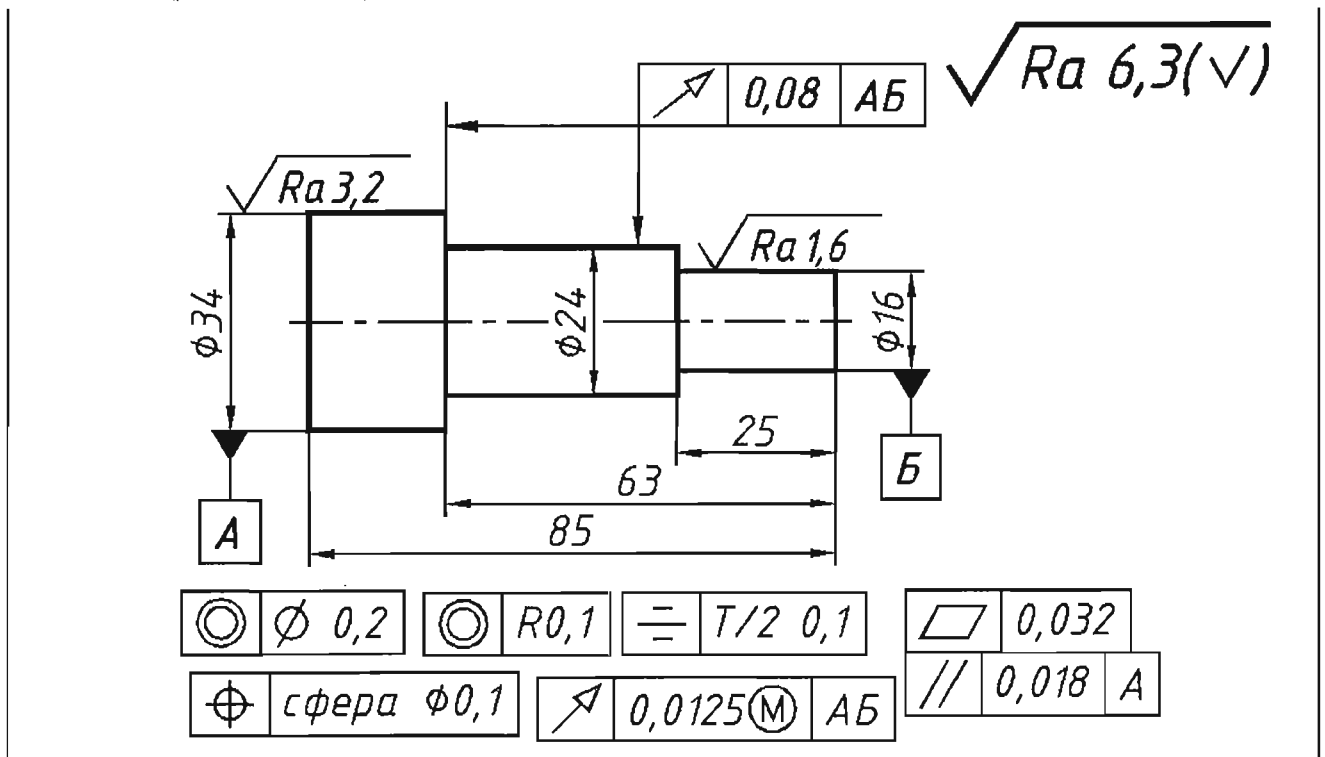

Рис. 11.4. Чертеж вала. Допуски формы и расположения поверхностей
11.2.4. Начертить вал, проставить размеры и знаки шероховатости. Проставить допуски формы и расположения поверхностей. Соединительные линии начертить с использованием инструмента **Quick Leader** (Быстрая выноска). (рис. 11.4).